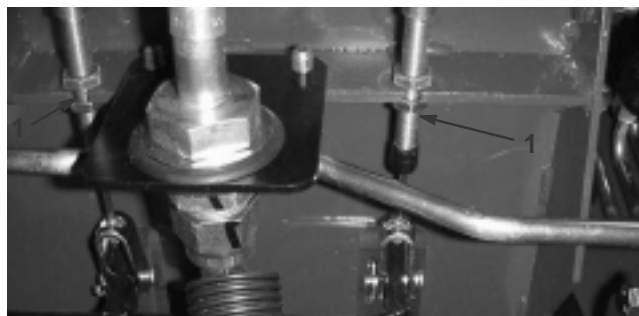

Figure 50
- Desserrez l'écrou avant sur l'extrémité filetée du câble de frein (Fig. 50).